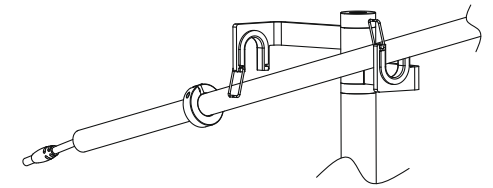

Fig.2.2
- 2.2. Place the arm in the bracket (G), as shown in Fig. 2.2.
- 2.2. Positionner le bras sur le support (G) comme indiqué sur la figure 2.2.
- 2.2. Positionieren Sie den Arm an der Halterung (G), so wie es auf Abbildung 2.2 beschrieben wird.